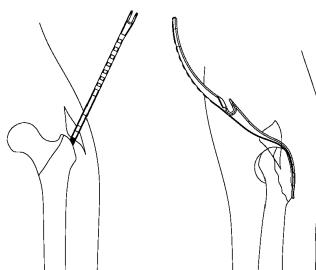

図5
- 2) 大転子頂部の皮切より後方鉗子を挿入し、転子部後方骨片の整復を行います。(図5)